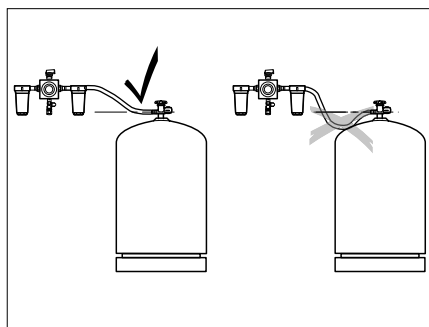

Fig. 83 Disposition des flexibles à haute pression
- ▷ Lors de la pose des flexibles à haute pression, veiller à ce que les flexibles soient en montée continue (Fig. 83)!